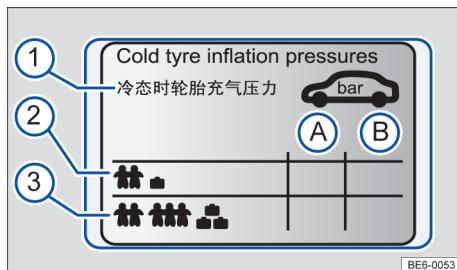

图 136 胎压标牌上的符号（示意图）
标牌上的数据 → 图 136：
- 应根据负载状况调整轮胎压力 → 图 136。